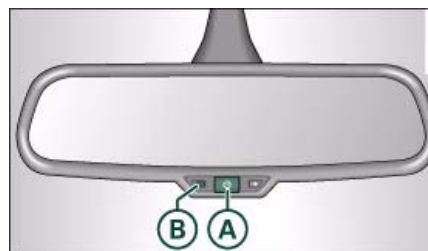

Fig. 48 Retrovisor interior con ajuste automático para posición antideslumbrante*
- Pulse la tecla (A) ⇒ página 52, fig. 48. El testigo de control (B) se enciende. Con la incidencia de la luz, el retrovisor interior y los retrovisores exteriores* se oscurecen (p. ej., luz de faros desde atrás).